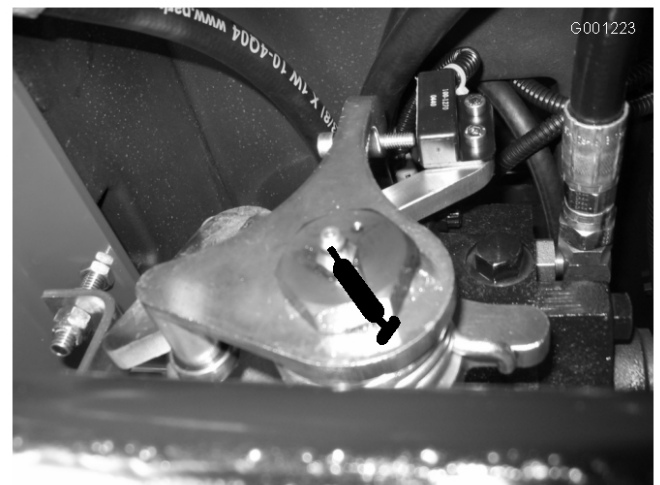

Figura 40
- Eixo neutral da transmissão (Figura 40)